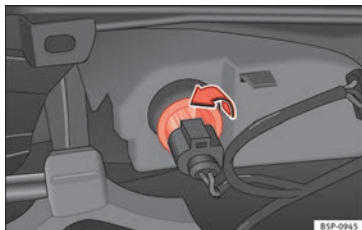

Bild 188 Lampa på stötfångarens insida.
- Vrid lamphållaren åt vänster och ta bort den i pilens riktning » **bild 188**.